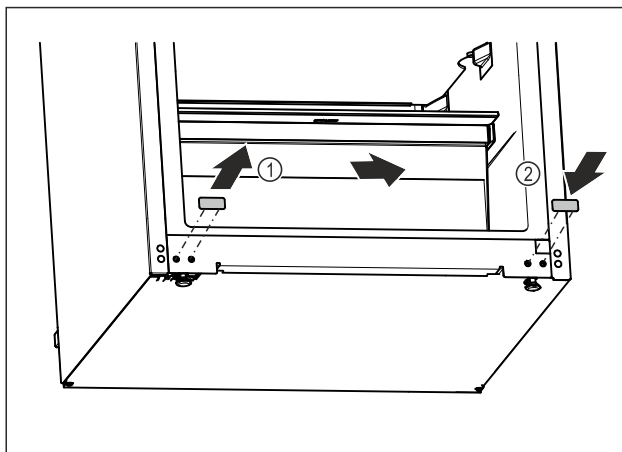

Fig. 21
- ▶ Dra ut täckplugg. Fig. 21 (1)
- ▶ Sätt in täckplugg på motsatta sidan. Fig. 21 (2)